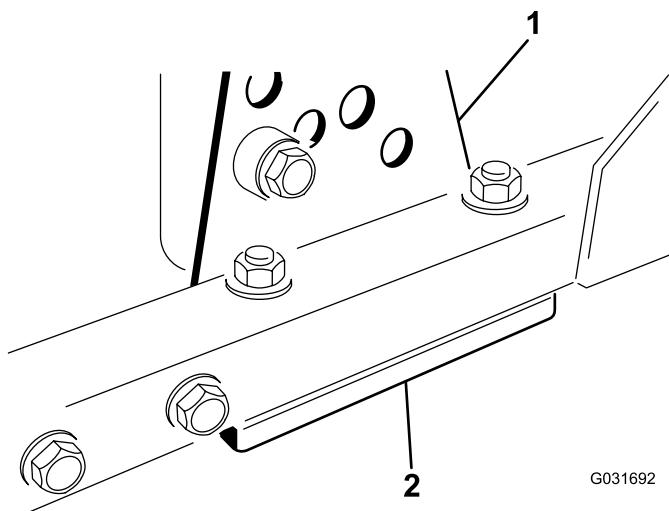

図 64
1. 刈り高ブラケット前、左、右のうち1つをデッキのフレームから外す図 64。
2. デッキフレームとブラケットとの間に厚さ 1.5mm または 0.7mm のシム、場合によってはこれらの両方を挿入して、希望する刈高を達成する 図 64。